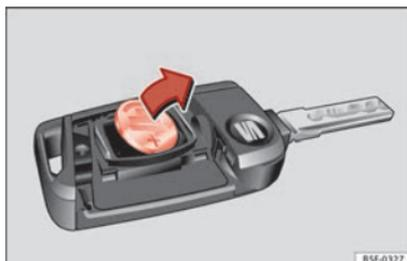

Fig. 135 Llave del vehículo: extracción de la pila.
- Extraiga la pila del compartimento con un objeto fino adecuado » fig. 135.
- Coloque la pila nueva tal como se muestra » fig. 135 y presiónela en el compartimento para la pila en sentido contrario a la flecha » ①.